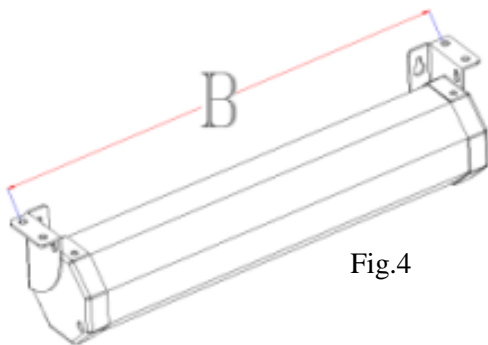

Fig.4
1. Abstand messen B ( Fig. 4) und die 4 Löcher markieren/vorbohren